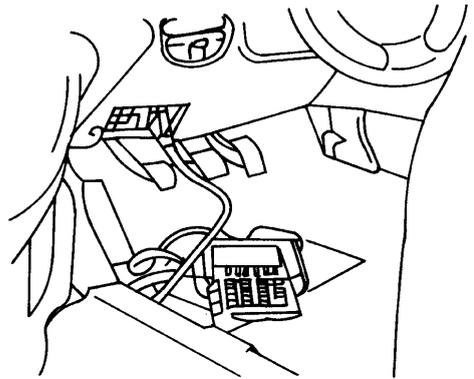

图 7-46 在仪表板下的自诊断连接器上连接 Hi-Scan Pro 诊断仪
- (1) 如图 7-46 所示，在仪表板下的自诊断导线连接器上连接 Hi-Scan Pro 诊断仪。
- (2) 点火开关置于 ON 位置，打开 Hi-Scan Pro。
- (3) 检查故障码。根据故障码更换故障部件。不要试图修理使用有故障的部件。
- (4) 当 Hi-Scan Pro 诊出某部件有故障（有时部件本身无故障），可能是 SRS 线束或导线连接器的故障。
- (5) 故障排除后，清除存储器中的故障码。